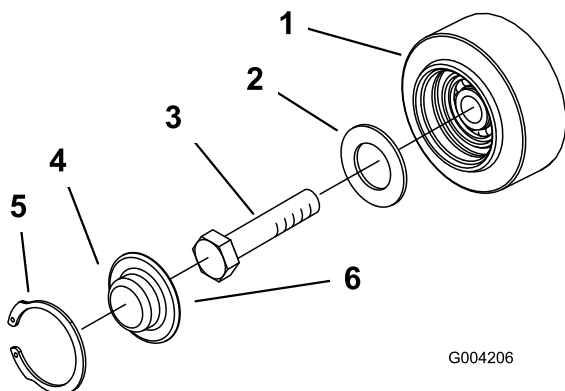

Рисунок 46
3. Снимите с опорного катка стопорное кольцо и колпачок (Рисунок 46).
4. Проверьте наличие смазки под колпачком и вокруг прокладки (Рисунок 46). Если она грязная, содержит песок, или истощилась, удалите всю смазку, замените прокладку и заложите свежую смазку.
6. Поместите наполненный смазкой колпачок опорного катка поверх головки болта (Рисунок 46).
7. Закрепите колпачок опорного катка стопорным кольцом (Рисунок 46).